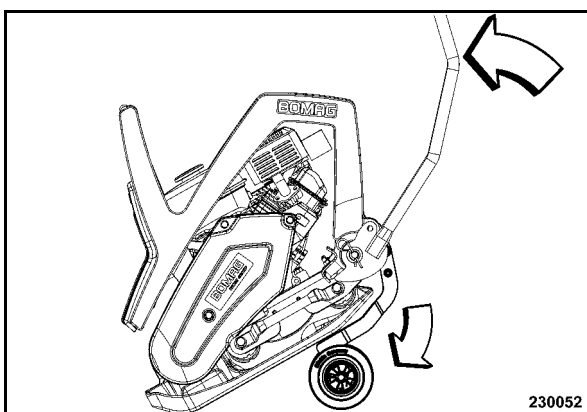

рис. 36
- С помощью направляющего бугеля (рис. 36) поднять вверх виброплиту и откинуть транспортировочные колеса под плиту основания.